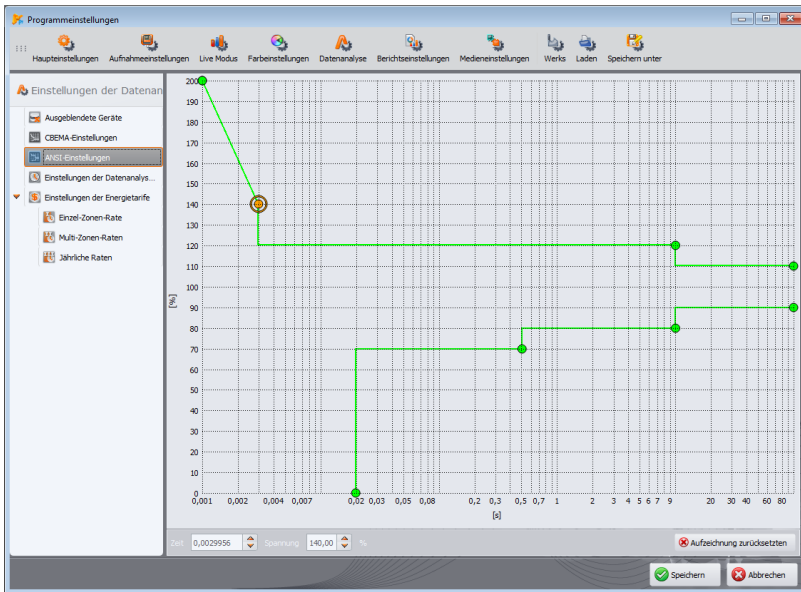

Abb. 86. Programmkonfiguration – ANSI-Diagrammeinstellungen.
- **ANSI-EINSTELLUNGEN** – ähnlich wie bei CBEMA-Diagrammen - ermöglicht diese Funktion Ihnen, die Standardkriterien für die Erstellung von ANSI-Diagrammen zu ändern (Abb. 86). Die Änderung erfolgt durch Veränderung der Position der Knoten im Diagramm. Die Standardeinstellungen können durch Klicken auf die Taste **AUFZEICHNUNG ZURÜCKSETZEN** wiederhergestellt werden.